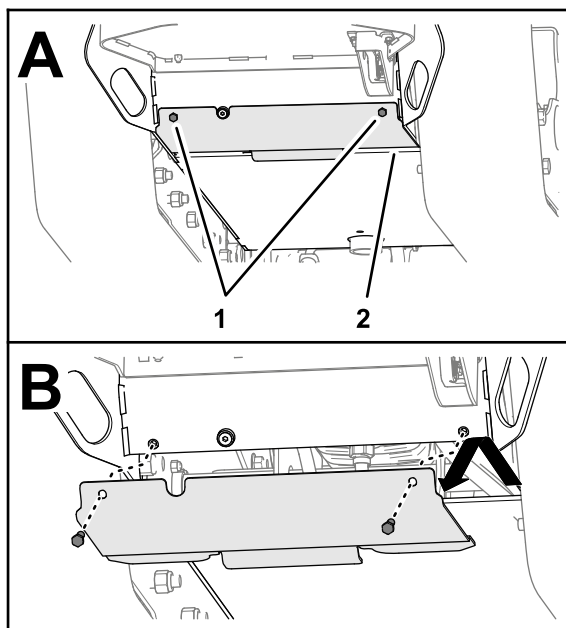

Figura 3
1. Rimuovete i 2 bulloni ($\frac{3}{8}$ " x 1") che fissano la piastra di copertura inferiore alla piastra del telaio (Figura 3).
2. Rimuovete la piastra di copertura inferiore dalla macchina (Figura 3).